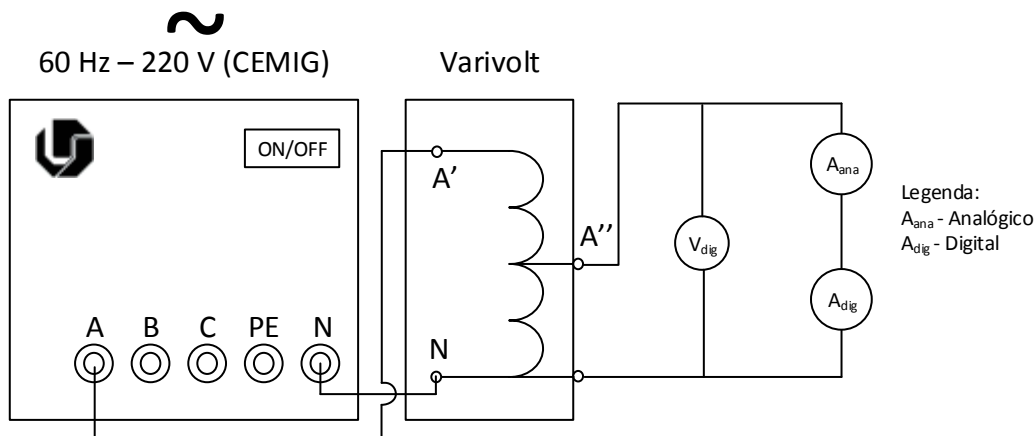

Figura 2 – Montagem Experimental (Fase II)
- g. Complete a ligação conforme a Figura 2.